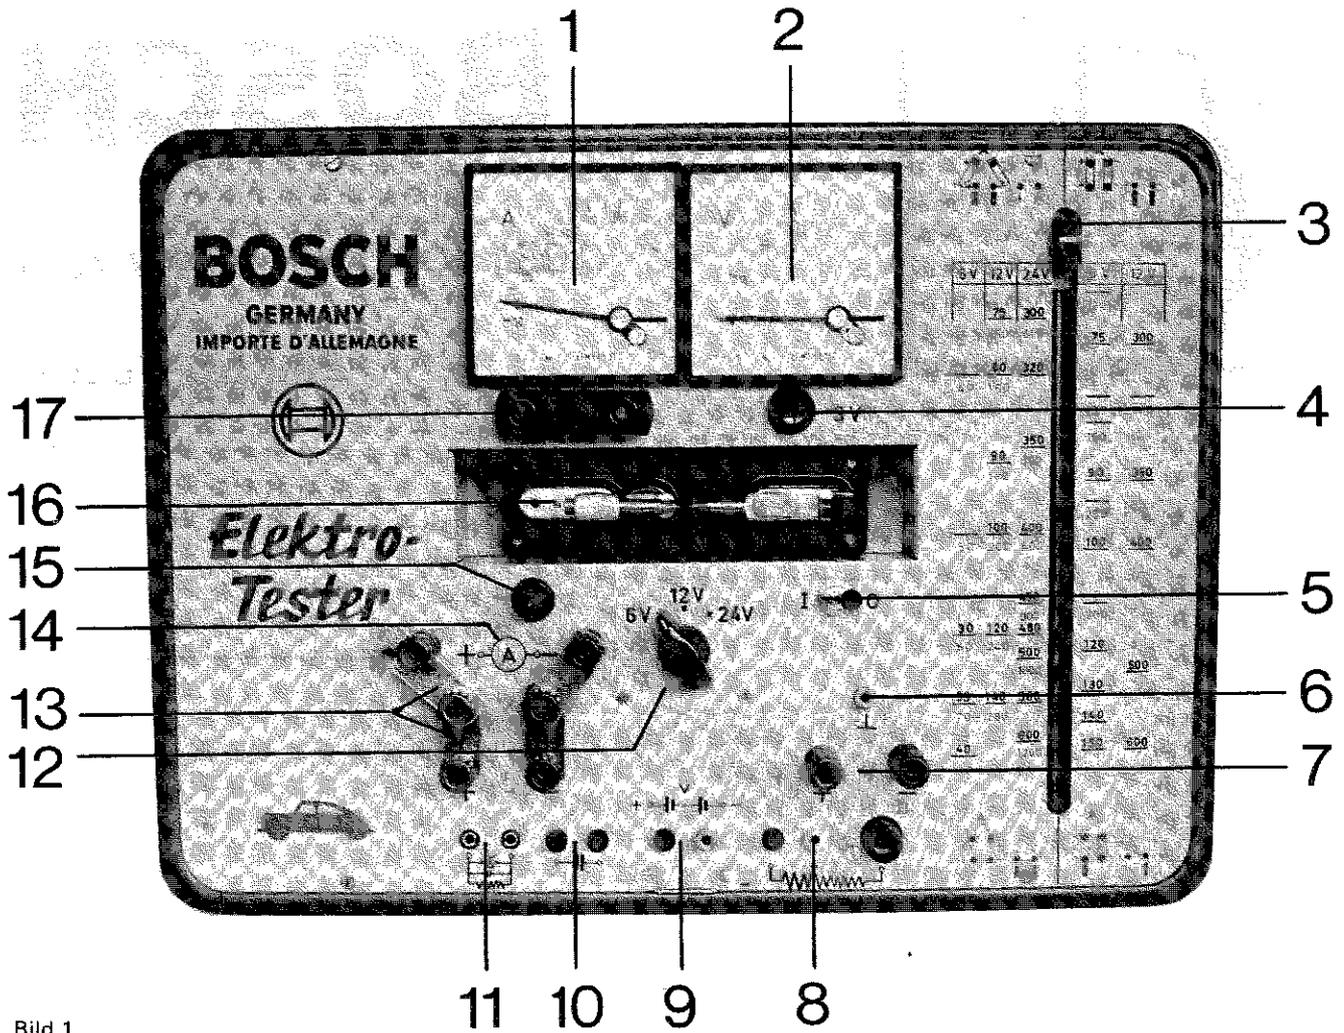

Bild 1
## Elektrotester EFAW 70 (D) (Bild 1 und 2)